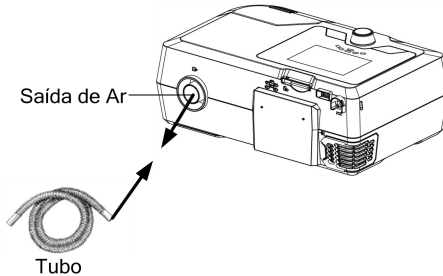

Fig. 11-4
(1) Ligue uma ponta do tubo à saída de ar do dispositivo, como mostrado na Fig. 11-4.